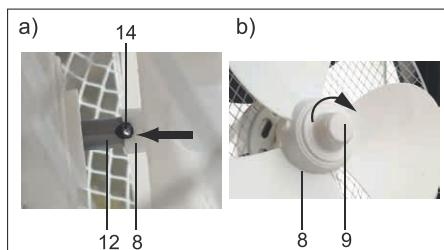

Fig.99: Montering av rotorn
6. Fäst därefter rotorn (8) på motoraaxeln (12). Den lilla tväraxeln (14) i motoraxelns ände ska ligga i rotorfästets skåra, se bild 99, a).
7. Sätt muttern (9) på rotorn (8).
8. Vrid muttern medsols för att fästa den, se bild 99, b).